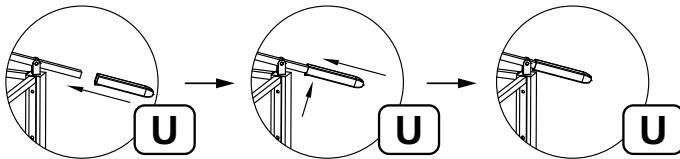

Abb. 9
Setzen Sie eine Verlängerungsstück(U) auf die Enden der zweistufigen Dachrippen (H), indem Sie die Druckstifte am Ende von Teil H eindrücken und gegen Teil U drücken, um sie zu sichern, siehe Abb. 9. Drücken Sie Teil U weiter hinein, bis der Druckstift von Teil H die dritte Öse erreicht.